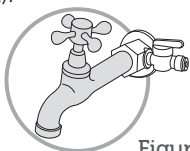

Figura 2
- 4- Instale a torneira novamente ao adaptador já conectado ao ponto de água. (Figura 2).